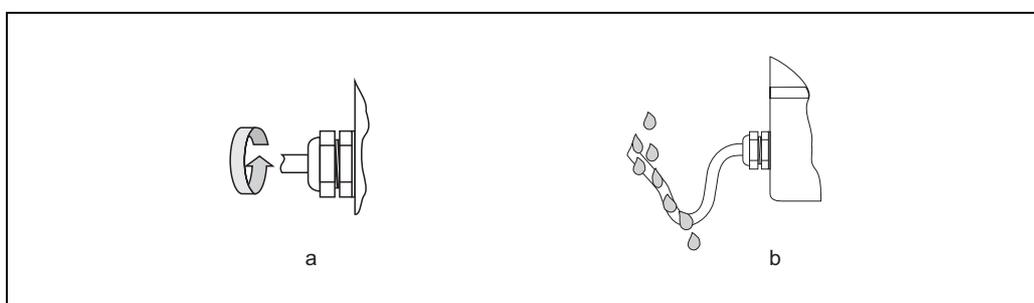

рис. 7: Инструкции по установке кабельных вводов
- Кабельные вводы должны быть тщательно затянуты (**a** → рис. 7).
- Перед входом в кабельный ввод кабель должен образовывать петлю для обеспечения влагоотвода (**b** → рис. 7).